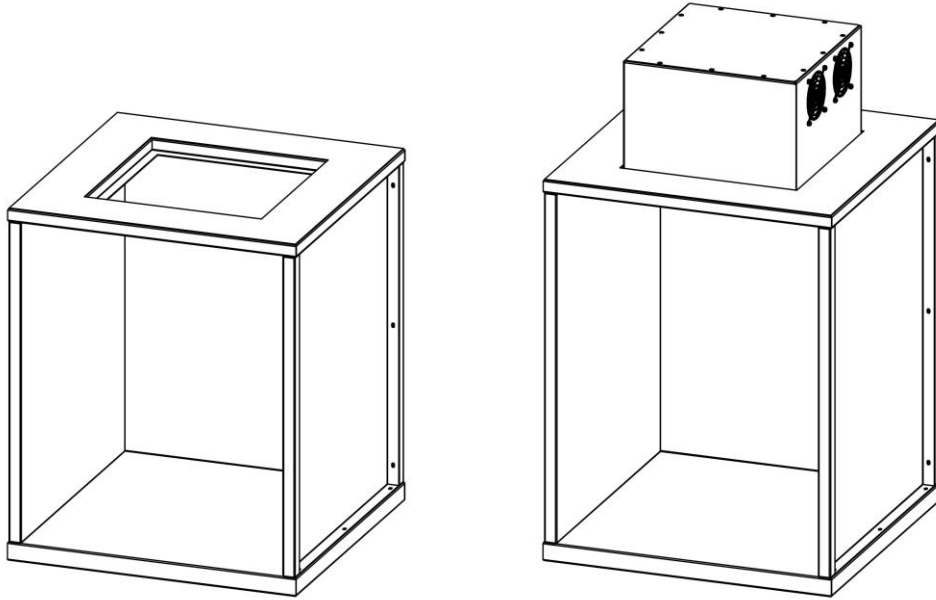
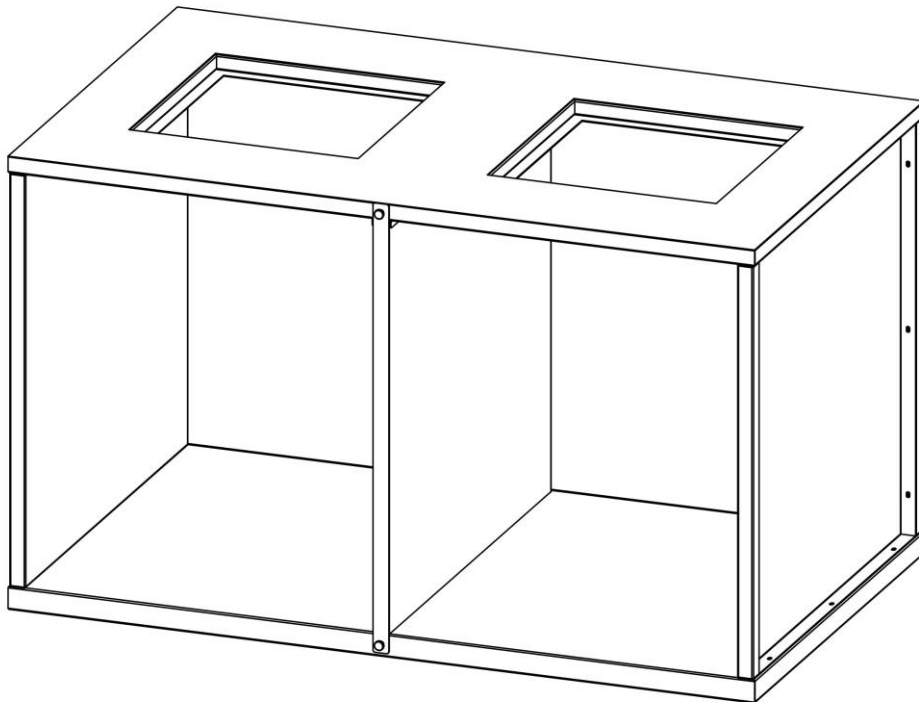

图 2.5. LEDCube 标准观察箱
图 2.6. LEDCube 定制观察箱
- Munsell N7 标准观察箱：如图 2.5，THOUSLITE 可提供该标准观察箱，十分方便搭建标准化观察环境，尺寸为 50×50×60cm。另，也可定制其他尺寸、适用于不同 LEDCube 个数的观察箱，如图 2.6。